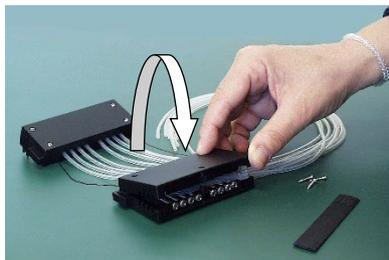

Figura 5-47. Sustitución de la cubierta de la pieza superior del casete dispensador
12. Vuelva a colocar la cubierta de la pieza superior del casete dispensador con cuidado (Figura 5-47).